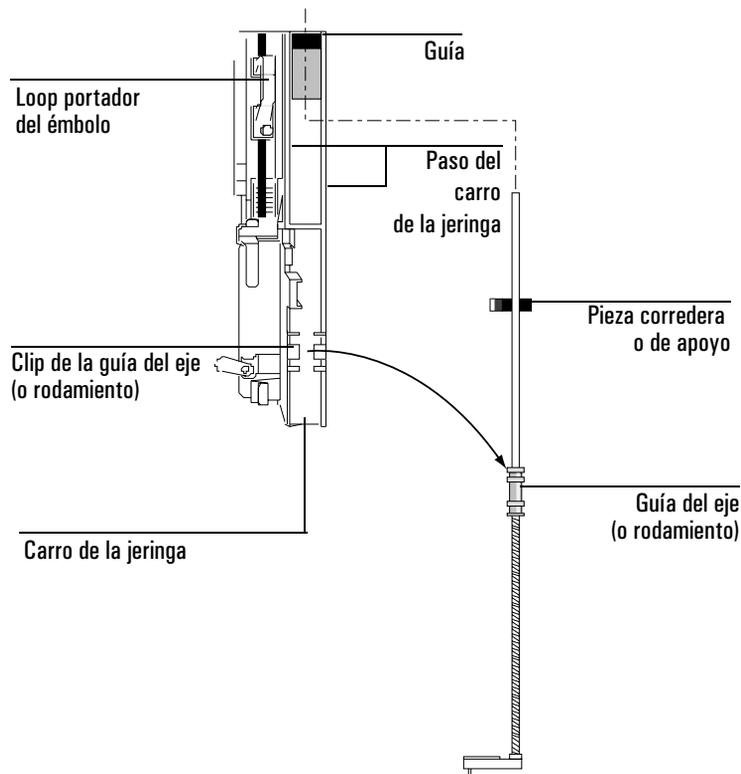

Figura 13 Retirada del soporte de la aguja
7. Girar el conjunto de soporte de la aguja para que la superficie plana de la pieza corredera se deslice arriba/abajo por el camino del carro de la jeringa, como se muestra en la Figura 13.